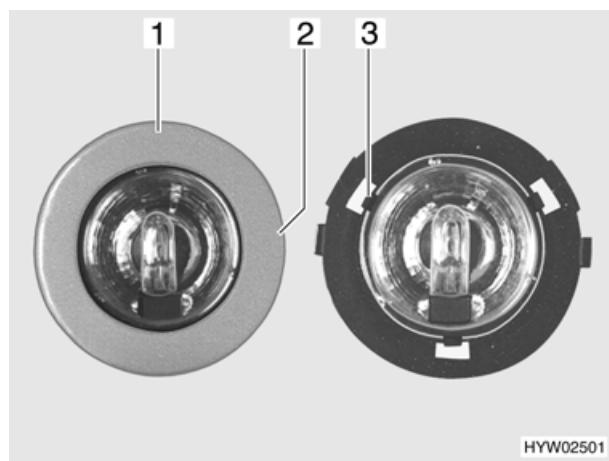

Bild 108 Halogenleuchte
- Langsam die Blende (Bild 108,1) drehen, bis die Nase (Bild 108,2) des Gehäuses in der darunter liegenden Blendennut einrastet.
- 3 Klemmern (Bild 108,3) halten die Glasscheibe der Halogenleuchte im Gehäuse. Eine der 3 Klemmern zur Seite drücken.